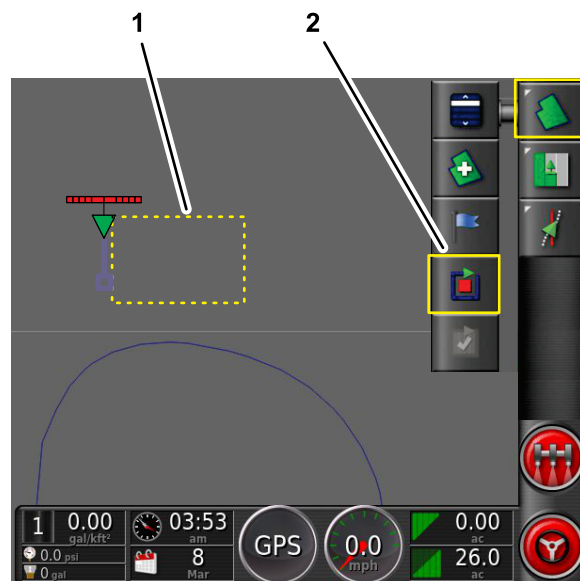

図 46
- 新現場のひとつの辺の境界線の始点に、マシンの左前タイヤの外側中心部分を合わせてマシンを停止させる 図 46。